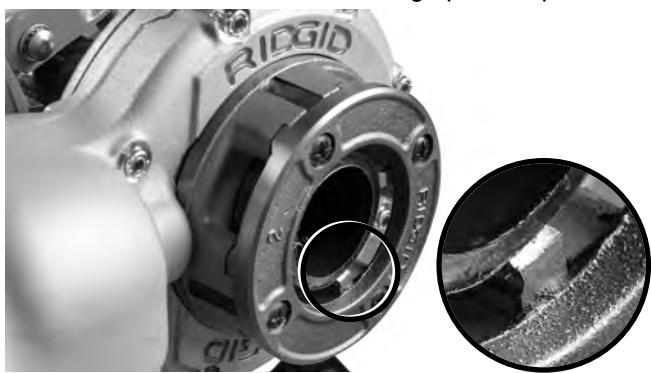

Figura 10 – El extremo del tubo está al ras con el borde de las terrajas
6. Oprima el interruptor hasta que el extremo del tubo esté al ras con el borde de las terrajas (*Figura 10*). Manténgase atento para que el accionamiento motorizado no choque contra el dispositivo de soporte. Suelte el botón interruptor. Permita que el accionamiento motorizado se detenga por completo.